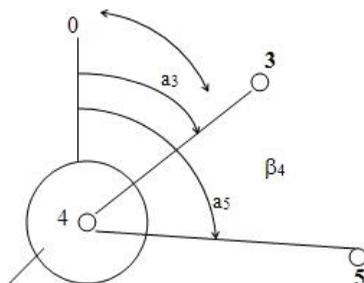

Рис. 5. Схема измерения угла
1. Теодолит устанавливают в вершине измеряемого угла (рис. 5);